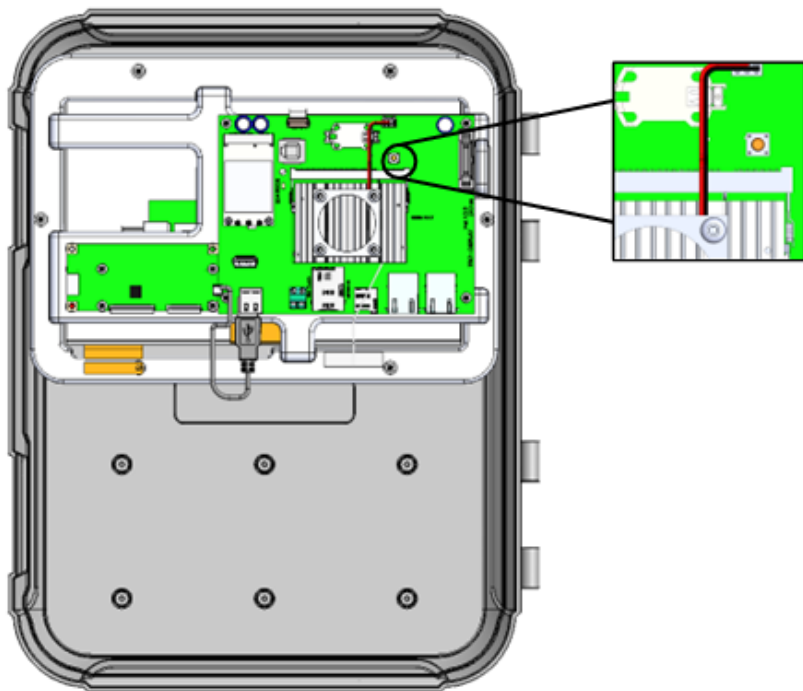

Figura 9: Botón de reinicio de la CPU
- Para reiniciar la CPU y la interfaz de usuario, presione el botón mostrado en la Figura 9.